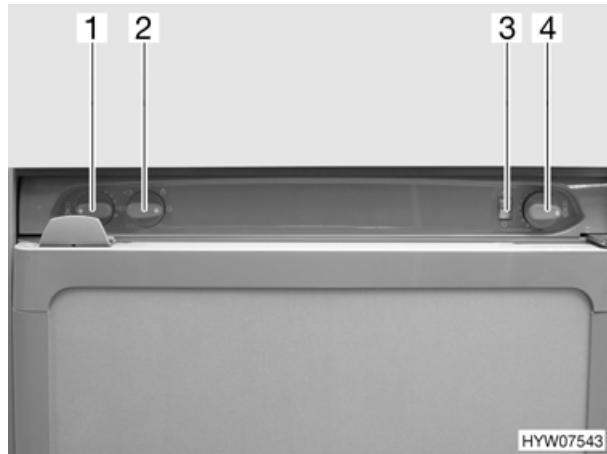

Bild 84 Bedienelemente für Kühlschrank (Variante 2)
- Energie-Wahlschalter (Bild 84,2) auf Gas  stellen.
- Drehregler (Bild 84,4) auf Stufe 5 stellen, drücken und gedrückt halten. Die Gaszufuhr ist geöffnet. Der Zündvorgang erfolgt automatisch. Ein tickendes Geräusch ist hörbar, bis der Zündvorgang erfolgreich abgeschlossen ist.
- Drehregler gedrückt halten, bis der Flammenanzeiger (Bild 84,3) grün wird, dann loslassen. Falls die Flamme erlischt, wiederholt das Zündgerät automatisch den Zündvorgang.
- Kühltemperatur mit dem Drehregler (Bild 84,4) einstellen.
- Energie-Wahlschalter (Bild 84,2) auf "O" stellen. Das Gerät ist abgeschaltet.
- Energie-Wahlschalter (Bild 84,2) auf 230-V-Betrieb  stellen.
- Kühltemperatur mit dem Drehregler (Bild 84,1) einstellen.
- Energie-Wahlschalter (Bild 84,2) auf 12-V-Betrieb  stellen.